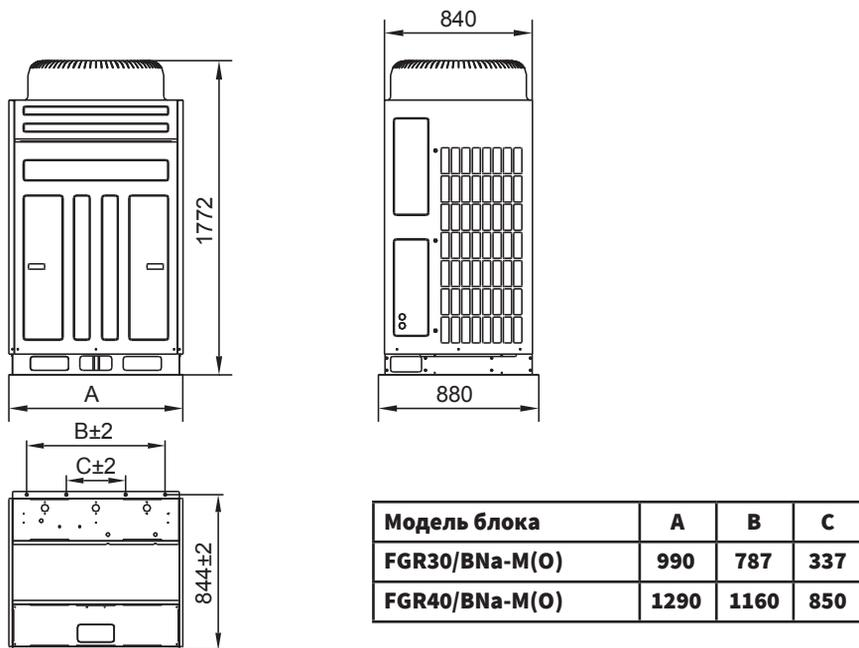

Рис. 9.3
**9.2.2 Габаритные и установочные размеры наружных блоков моделей FGR30/BNa-M(O) и FGR40/BNa-M(O), рис. 9.3.**